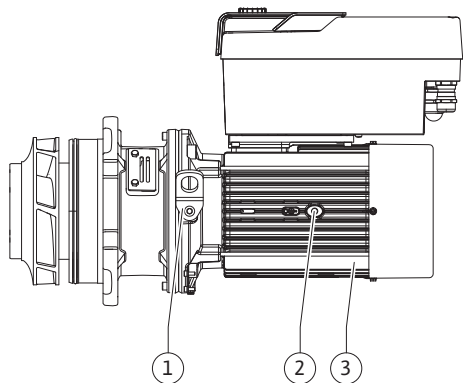

Fig. 112: Insteekset
13. Leid de insteekset (zie Fig. 112) in het pomphuis in de oude of in een andere gewenste hoekpositie. Neem daarbij de toegestane inbouwposities van de componenten in acht (zie het hoofdstuk „Toegestane inbouwposities en wijziging van de componentenopstelling vóór de installatie” [► 27]).
14. Het gebruik van de montagebouten wordt aanbevolen (zie het hoofdstuk „Toebehoren” [► 22]). Na het voelbare vastgrijpen van de lantaarnstukgeleiding (ca. 15 mm voor de eindpositie) bestaat geen gevaar meer voor omvallen of kantelen. Nadat de insteekset met minstens één schroef (Fig. I/III, pos. 10 of Fig. III/IV, pos. 29) is geborgd, kunnen de bevestigingsmiddelen van de transportogen worden verwijderd.
15. Draai de schroeven (Fig. I/III, pos. 10 of Fig. III/IV, pos. 29) erin, maar draai ze nog niet definitief vast. Bij het indraaien van de schroeven wordt de insteekset in het pomphuis getrokken.